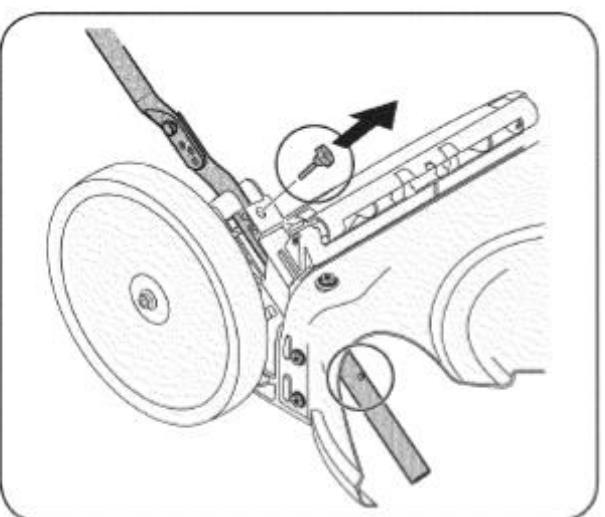
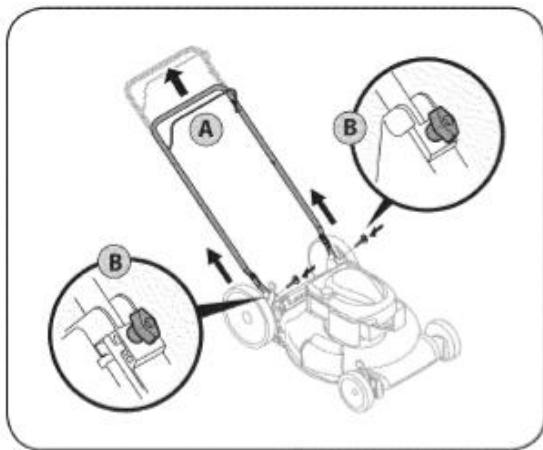

РИС. 3
РИС. 4
2. Выкрутите болты с Т-образной головкой из кронштейнов рукоятки, как показано на Рис. 3.
- A. Потяните рукоятку вверх, пока отверстия в нижней рукоятке (показаны на Рис. 3 в разрезе корпуса изделия) не совместятся с отверстиями в кронштейне рукоятки (см. Рис. 4).
- B. Вставьте болты с Т-образной головкой, выкрученные на предыдущем шаге и плотно затяните их, чтобы зафиксировать рукоятку (см. Рис. 4).